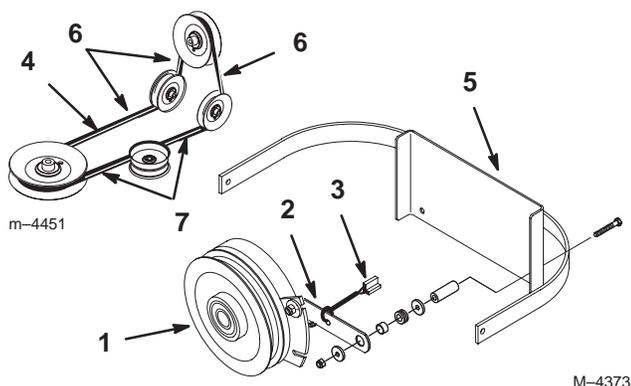

Figure 61
2. Retirez la barrette de retenue de l'embrayage du bâti de la machine et débranchez la borne de l'embrayage du faisceau de câblage (Fig. 61).
3. Déposez la courroie d'entraînement de PdF de l'ensemble bras de tension arrière et poulie de tension avant. Déposez la courroie d'entraînement de PdF (Fig. 61).
4. Installez la courroie d'entraînement neuve sur l'embrayage, autour de la poulie de tension arrière, dans l'ensemble bras de tension arrière, dans l'ensemble poulie de tension avant et sur la poulie centrale supérieure (Fig. 61).
Important Vérifiez le vrillage de la courroie entre les poulies. Il doit être conforme aux spécifications de la Figure 61.
5. Posez la barrette de retenue de l'embrayage et branchez la borne de l'embrayage au faisceau de câblage (Fig. 61).